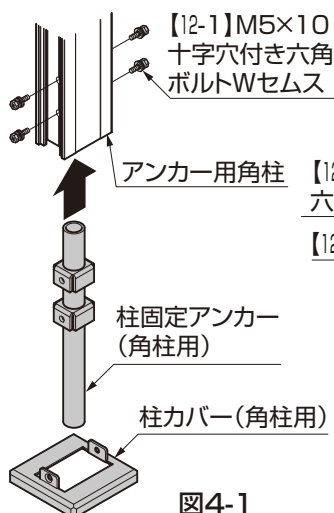

図4-1
- ① アンカー用角柱に柱固定アンカー（角柱用）を差込み、【12-1】で取付け、柱カバー（角柱用）を柱に通してください。（図4-1 参照）